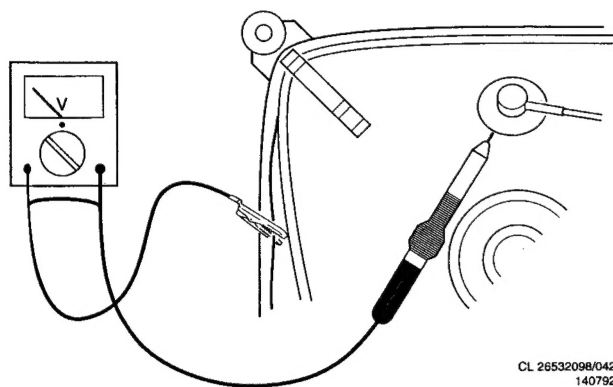

Abbildung 2-1
3. Um Beschädigungen von ICs und Transistoren zu verhüten, muß jeder Hochspannungsüberschlag vermieden werden. Um eine Beschädigung der Bildröhre zu verhüten, muß zur Entladung der Bildröhre das in Abb. 2-1 angegebene Verfahren angewendet werden. Benutzen Sie einen Hochspannungstaster und ein Universalmeßinstrument (Einstellung DC-V). Die Entladung muß erfolgen, bis der Zeigerausschlag des Instruments 0 V beträgt (nach ca. 30 s).